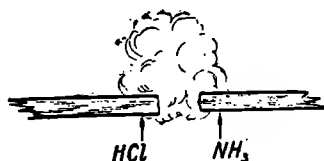

Рис. 149. Образование нашатыря из газов — аммиака и хлористого водорода.
■ **Опыт.** Обмокните лучинку в крепкий раствор соляной кислоты и другую лучинку — в крепкий раствор аммиака и сблизьте их между собой. Вы замечаете образование густого белого дыма (рис. 149). Это — мельчайшие кристаллики нашатыря, образующиеся в воздухе при реакции между газообразными HCl и NH_3 .